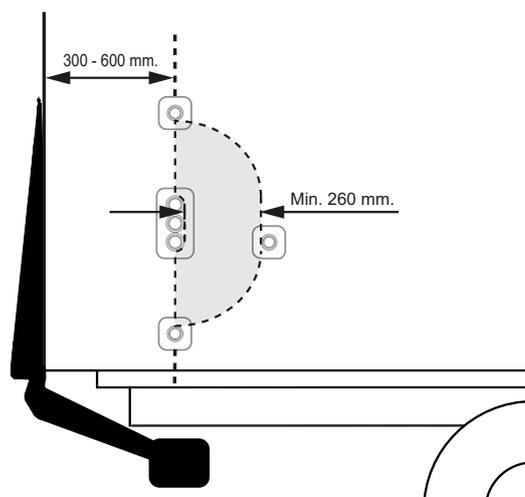

Figura 63. Montaje del actuador CD 1 a dos manos.
2. La distancia entre el borde trasero del vehículo y el centro de los dispositivos de mando debe ser 300-600 mm. Las distancias entre los dispositivos de mando deben ser de 260 mm como mínimo. Véase Figura 63.